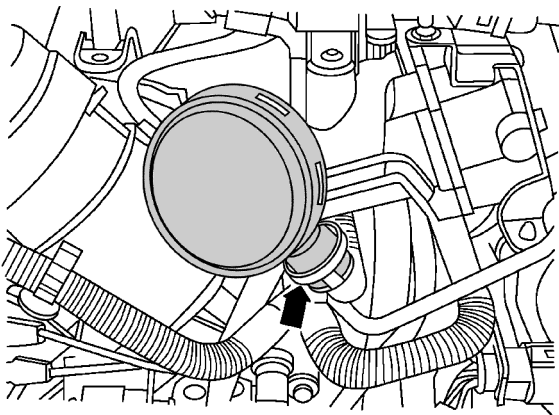

图 1-5-62 拔下压力调节阀上的曲轴箱排气软管
(2) 脱开插接器并露出导线束。
(3) 拔下压力调节阀上的曲轴箱排气软管,如图 1-5-62 箭头所示。